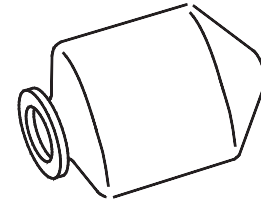

Figura 20 – Expulse todo el Aire del Depósito Flexible
- a. Coloque el depósito flexible en una superficie limpia con la abertura en un extremo y aplánelo para expulsar el aire del depósito. Tire de los extremos hasta que estén planos (véase la Figura 20).